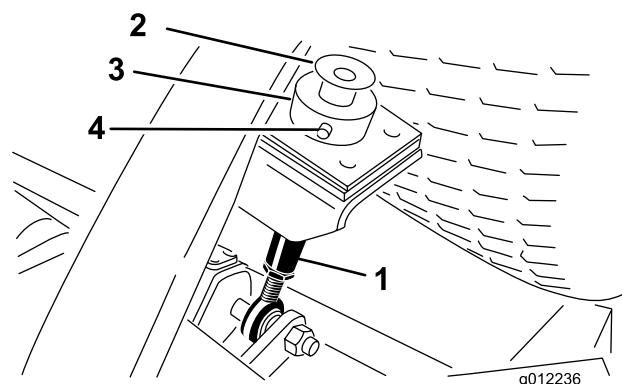

**Figura 19**
2. Coloque a máquina e a unidade de corte numa superfície plana e baixe a unidade de corte. Retire a vareta/tampão de enchimento da parte superior da caixa de velocidades (Figura 19) e verifique se há lubrificante entre as marcas da vareta. Se o nível de lubrificante estiver baixo, adicione lubrificante de